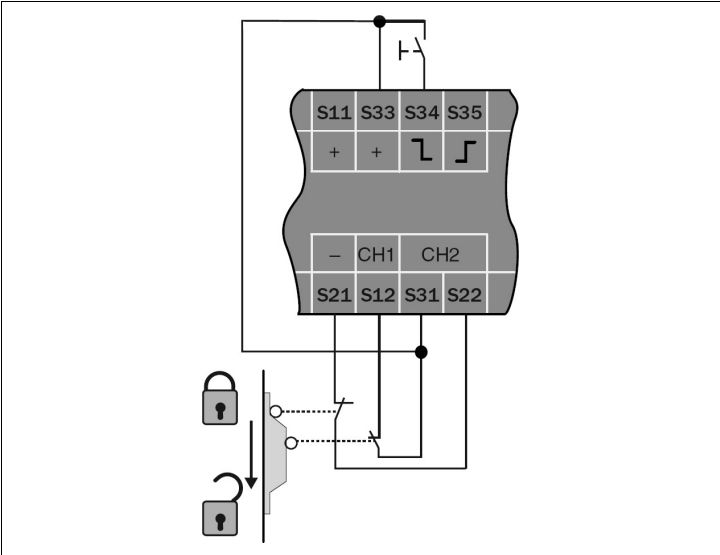

Fig. 5 : Exemple d'une protection de porte bivoie avec surveillance des courts-circuits interne et réarmement manuel
- Selon le cas, connecter les deux éléments de commutation à contact sec du capteur de sécurité entre S33 et S12 ou S21 et S22. Il faut câbler un cavalier entre S31–S33 (cf. Fig. 4 et Fig. 5).